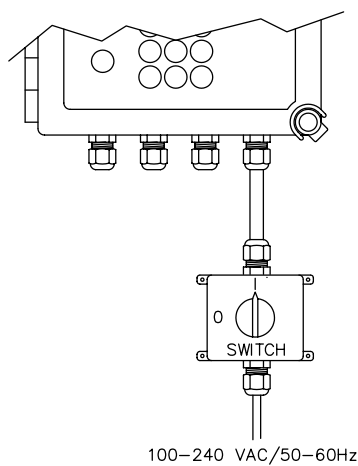

Figure 3.6 Commutateur d'alimentation externe recommandé, Vaisala, référence PR-10900. L'intensité du commutateur est de 10 A/230 V.
Important : le transmetteur DTR ne possède pas d'interrupteur d'alimentation intégré. Le système est toujours sous tension lorsqu'il est raccordé à une source d'alimentation. Vaisala recommande d'installer un interrupteur d'alimentation externe pour commander l'alimentation du transmetteur DTR, Figure 3.6.
| 31 32 33 | Alimentation, L (31), N (32), mise à la terre (33), 100-240 V CA, 50–60 Hz. Un interrupteur d'alimentation (Figure 3.6) est recommandé. |